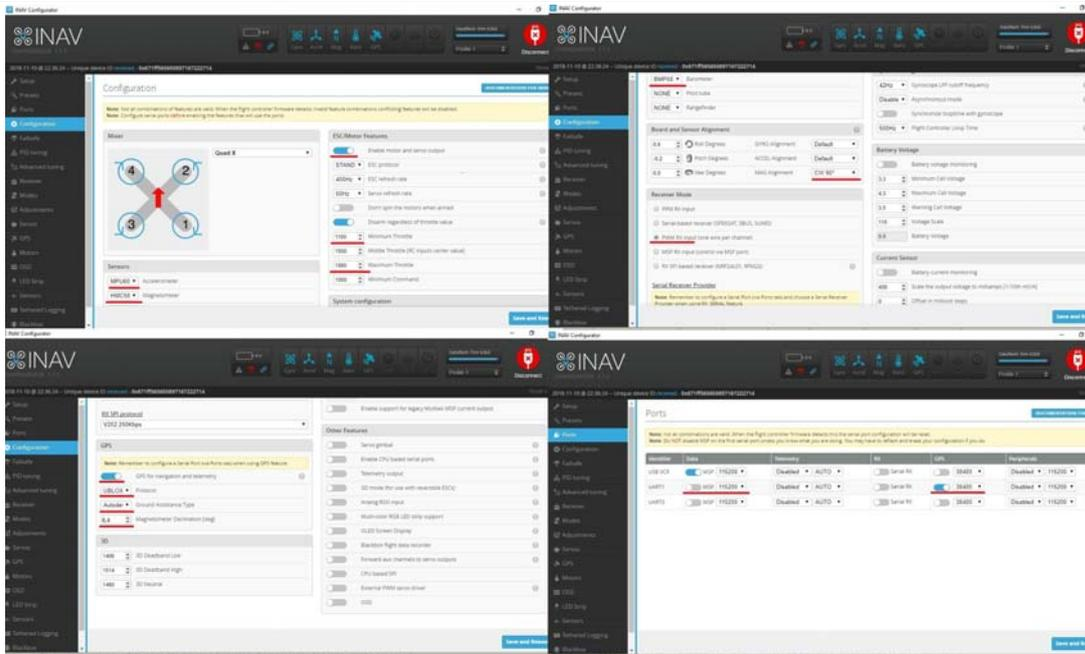

Рис. 6. Вкладки Configuration и Ports
1. Необходимо зайти во вкладки Ports и Configuration и обратить внимание на установку параметров, подчеркнутых красным. Контроллер сс3d должен быть полностью установлен на квадрокоптере с подключенными моторами и со снятыми пропеллерами. Батарея Lipo должна быть подключена, иначе напряжения питания на барометр, компас, приемник GPS поступать не будет (рис. 6)